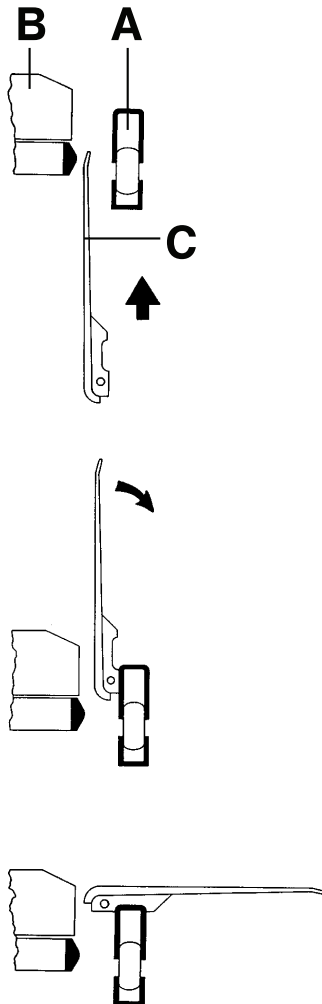

Figura 6 – Trasferimento del paziente
2. Abbassare la sponda laterale (A) alla posizione più bassa (Figura 6).
3. Alzare la tavola di trasferimento (C) dal fondo, sollevandola dall'alto.
Nota - La tavola di trasferimento (C) si trova tra la sponda laterale (A) e il materasso (B) (Figura 6).